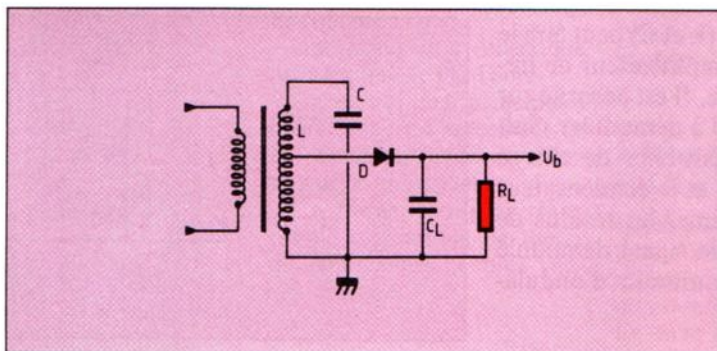

Fig. 7. – Pour réduire l'amortissement dû au démodulateur, on utilise le bobinage du circuit résonnant comme autotransformateur.
**Prise sur l'enroulement.** La figure 7 montre la solution de l'autotransformateur. Si la prise se trouve à la moitié du nombre de spires de l'enroulement, le rapport d'autotransformation est de 0,5, ce qui signifie qu'on recueille la moitié de la tension dont on dispose aux bornes de  $C$ . Or, en divisant la tension par deux, on obtient quatre fois moins de puissance dans une résistance donnée.